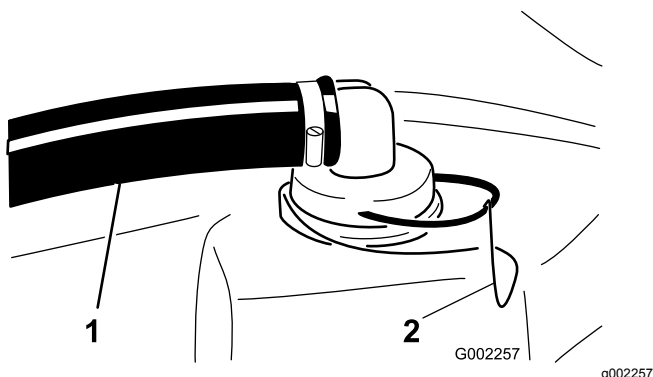

Figura 66
2. Na parte superior do depósito do pulverizador, retire a fixação que prende o encaixe da mangueira unido à tubagem grande da estrutura do filtro de rede (Figura 66).
3. Retire a tubagem e a união da tubagem da estrutura do filtro de rede (Figura 66).